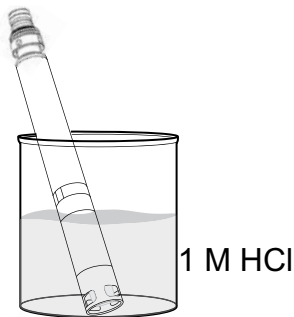

Figura 73 Limpeza do sensor de pH e pH/ORP com ácido clorídrico
1. Mergulhe o sensor durante 30 a 60 minutos em um molar (1 M) de HCl (Figura 73). O reagente de HCl pode ser adquirido na maioria dos distribuidores químicos ou laboratoriais. Para evitar lesões, siga atentamente as instruções do fabricante de HCl. Se o HCl não estiver disponível, mergulhe em vinagre branco.